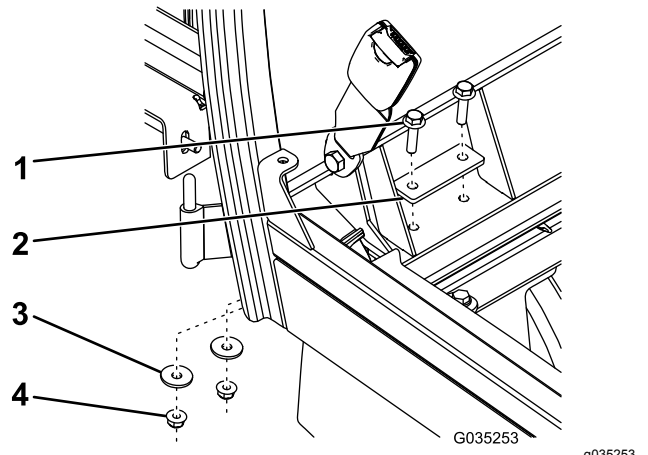

Bild 13
6. Befestigen Sie die Rückseite des Kabinenrahmens mit vier Bundkopfschrauben ($\frac{5}{16}$ " x $1\frac{1}{4}$ "), zwei Stützplatten, vier Flachscheiben und vier Bundmuttern ($\frac{5}{16}$ ") an den linken und rechten Kabinenstützen, wie in **Bild 13** dargestellt.